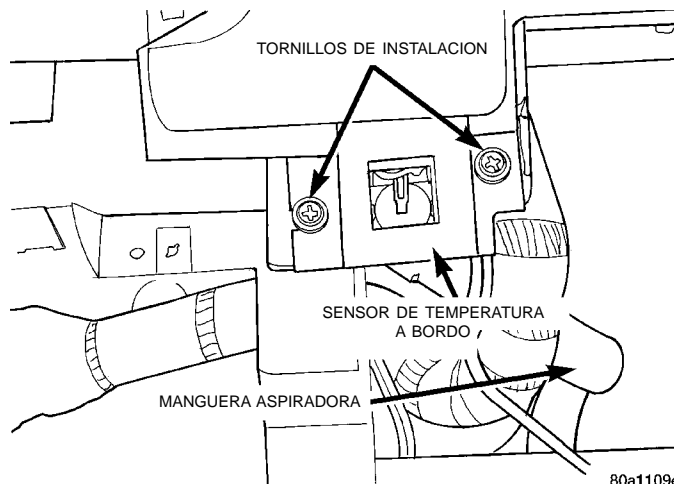

Fig. 44 Sensor de temperatura a bordo
(1) Desconecte y aísle el cable negativo de la batería.
(2) Retire el módulo de la guantera. Para informarse sobre los procedimientos, consulte el Grupo 8E, Sistemas del tablero de instrumentos.
(3) Desconecte la manguera aspiradora del conector del empalme en serie situada cerca del túnel de transmisión del suelo de la carrocería del lado del acompañante, debajo del tablero de instrumentos (Fig. 44).
(4) Desenchufe el conector del mazo de cables por detrás del sensor.
(5) Retire los dos tornillos que fijan el conjunto del sensor al tablero de instrumentos.
(6) Retire el conjunto del sensor del tablero de instrumentos.